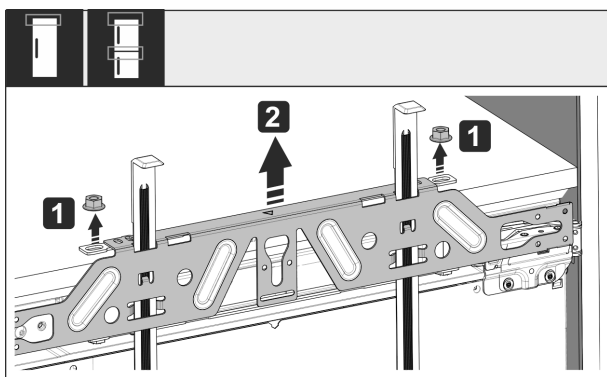

Fig. 55
- ▶ Løsn kontramøtrikkerne Fig. 55 (1).
- ▶ Tag fastgørelsestraversen Fig. 55 (2) af.